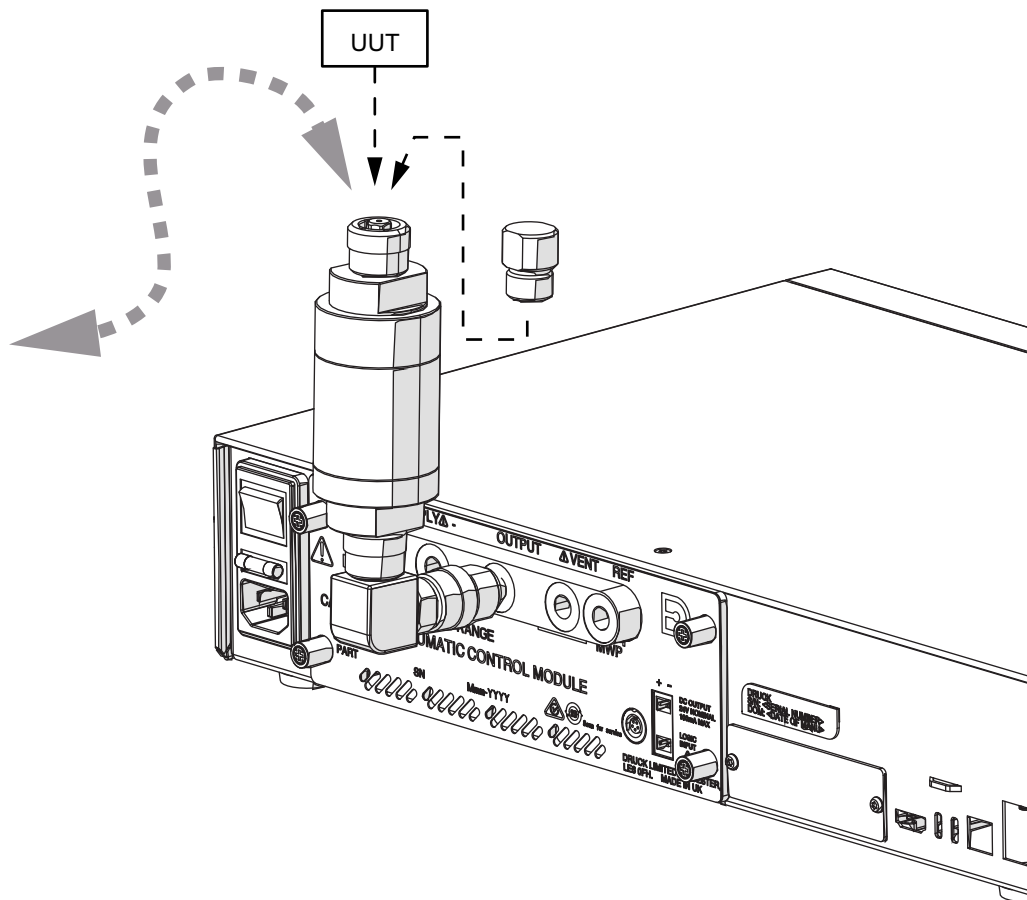

Abbildung D-5: Angepasst an PACE5000 E-Instrument
- Die Baugruppe an den OUTLET-Port des PACE-Instruments wie in gezeigt angebracht Abbildung D-5 wird.